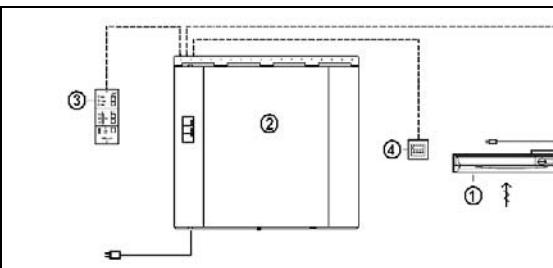
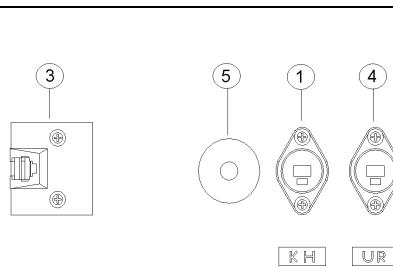

Fig. 10
Fig. 10A
### ELEKTRISKE ARBEIDER - VR-400 EV/B og VR-400 EV/B/EC (Fig. 10)
Signalledning fra kjøkkenhette kobles til egen kontakt (1) på aggregatets overside, fig. 10A) vha. vedlagt "høytalerplugg".
For ventilasjon av lokaler i yrkesbygg kan monteres separat ukeur for automatisk veksling mellom dag- og nattdrift (redusert ventilasjon). Ledning (2x0,22 eller 0,5 mm2) fra ukeur (fig. 10), kobles til egen kontakt på aggregatets overside vha. "høytalerplugg".
### ELEKTRISKA ARBETEN VR-400 EV/B och VR-400 EV/B/EC (Fig. 10)
Kabeln från spiskåpan ansluts till separat uttag (1) på aggregatets översida (fig. 10A). Signalkabeln ansluts mha bifogad "högtalarkontakt".
VR-400 EV/B kan förses med ett tidur för automatisk växling mellan dag- och nattdrift (reducerad ventilation). Kabel (2x0,22 eller 0,5 mm2) från tidur (fig. 10) anslutes till egen kontakt på aggregatets ovansida via sk. (högtalarpluggkontakt.)
### ELEKTRISCHER ANSCHLUSS VR-400 EV/B und VR-400 EV/B/EC (Fig. 10)
Im Schaltplan ist der Anschluß der Haube am Gerät zu sehen, fig. 10A (1).
Für den Betrieb in Gewerberäumen kann eine Zeitschaltuhr mit Wochenprogramm (abgesenkter Betrieb) angeschlossen werden. Kabel (2x0,22 mm2) für die Zeitschaltuhr (Fig. 10), gemäß Fig.10a anschliessen.
### ELECTRICAL CONNECTIONS VR-400 EV/B and VR-400 EV/B/EC (Fig. 10)
Cable from the cookerhood to connected as shown in shown in fig. 10A, by means of the provided plug.
If the unit is installed in commercial buildings, separate week timer for automatic day and night operation (reduced ventilation) may be installed. Cable (2x0,22 mm2 leads) from the timer (fig 10) to be connected as shown in fig 10A.